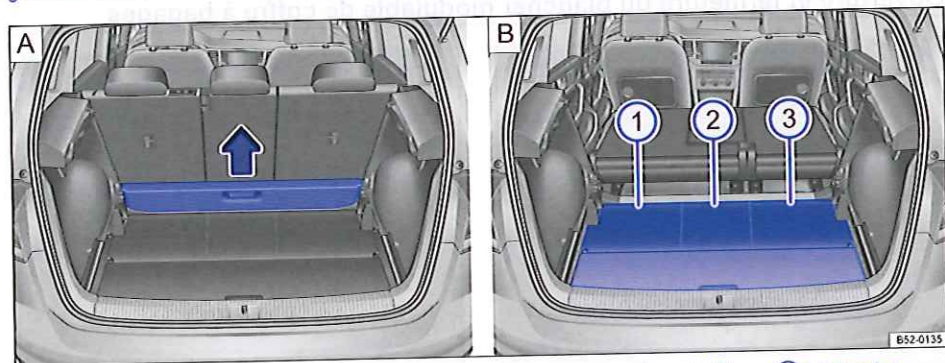

Fig. 110 Figure (C) : extension du coffre à bagages vers le bas et vers l'avant ; Figure (D) : extension maximale du coffre à bagages.
- Élargissez le coffre à bagages vers le bas $\Rightarrow$ page 156, (B) Extension du coffre à bagages vers le bas
- Retirez la traverse par le haut ⇒ fig. 110 (flèche).